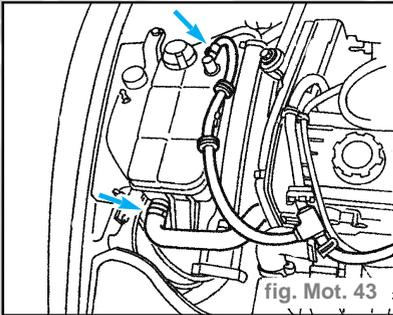

fig. Mot. 43
- Débrancher du vase d'expansion les tubulures (fig. Mot. 43).